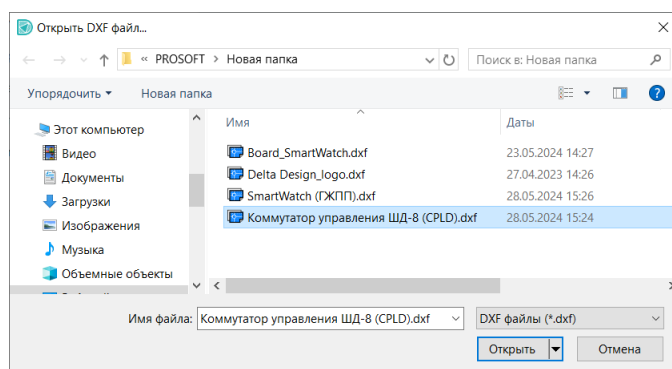

Рис. 84 Окно выбора файла для импорта .dxf
4. Выберите и откройте нужный файл в формате .dxf через окно проводника, см. Рис. 84.